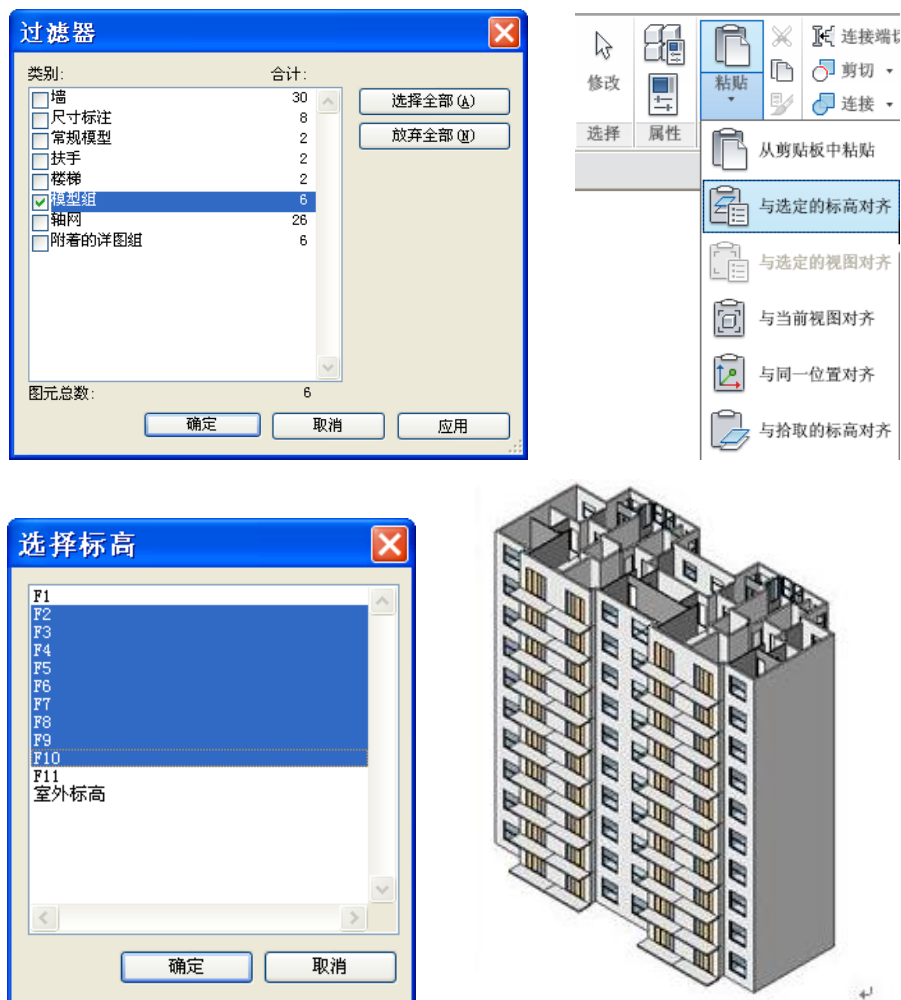

图 4-14
- 11) 光标在绘图区域框选所有构件，单击“选择多个”上下文选项卡>“过滤器”面板>“过滤器”，在弹出的“过滤器”对话框中单击“放弃全部”按钮，勾选“模型组”并“确定”。选择所有模型组后单击“剪贴板”面板>“复制到剪贴板”后直接单击左侧工具“粘贴”>“与选定的标高对齐”，在弹出的“选择标高”对话框中单击 F2，按住 Shift 键选 F10，并确定，观察三维视图（如图 4-14 所示）。